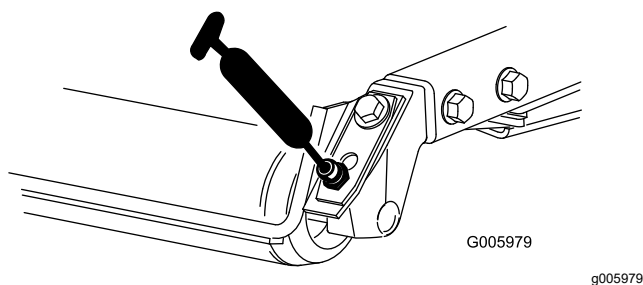

Рисунок 38
- Подшипники задних валиков (по 2 шт. на каждой деке газонокосилки), как показано на Рисунок 38.